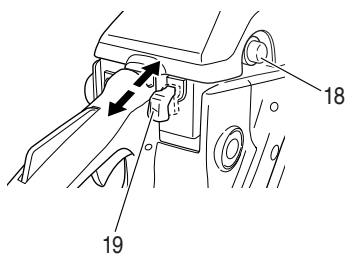

Fig. 14
3. Pressez la pompe d'amorçage (18) une dizaine de fois pour que le carburant puisse s'écouler dans le carburateur (Fig. 14).
4. Tirez le levier d'étranglement (19) à fond (Fig. 14). Cette opération permettra de verrouiller automatiquement le papillon du carburateur dans la position de démarrage.
- Lorsque vous entendez le premier démarrage, enfoncez le levier d'étranglement à fond (19). (Fig. 14)